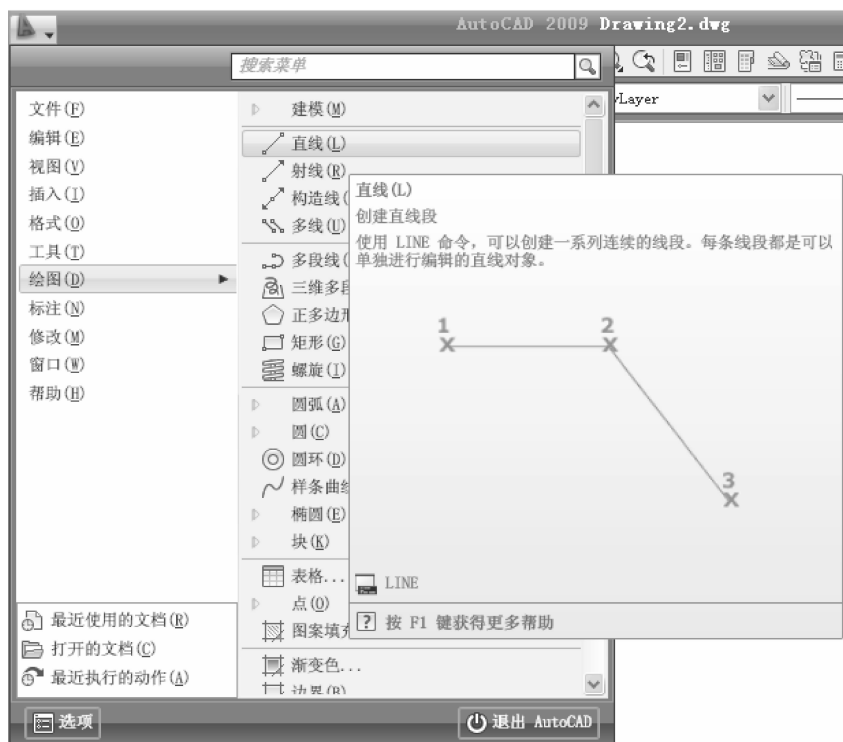

图 1-3 AutoCAD 2009 的菜单浏览器
① AutoCAD 2009 下拉菜单隐藏在标题栏左端的  按钮中,单击该按钮可展开菜单浏览器,选择相应操作,如果鼠标在某命令上停留片刻,系统将显示该命令的功能与图例,便于自学,如图 1-3 所示。
② AutoCAD 2009 将状态设置  改为按钮 ;动态输入按钮  的功能在后续内容中介绍。
③ AutoCAD 2009 将模型/布局标签  改为按钮选项卡 。
单击菜单浏览器上的命令选项,可以执行相应的命令。例如:使用菜单【绘图】→【直线】命令,也可以执行绘制直线的 line 命令,如图 1-3 所示。